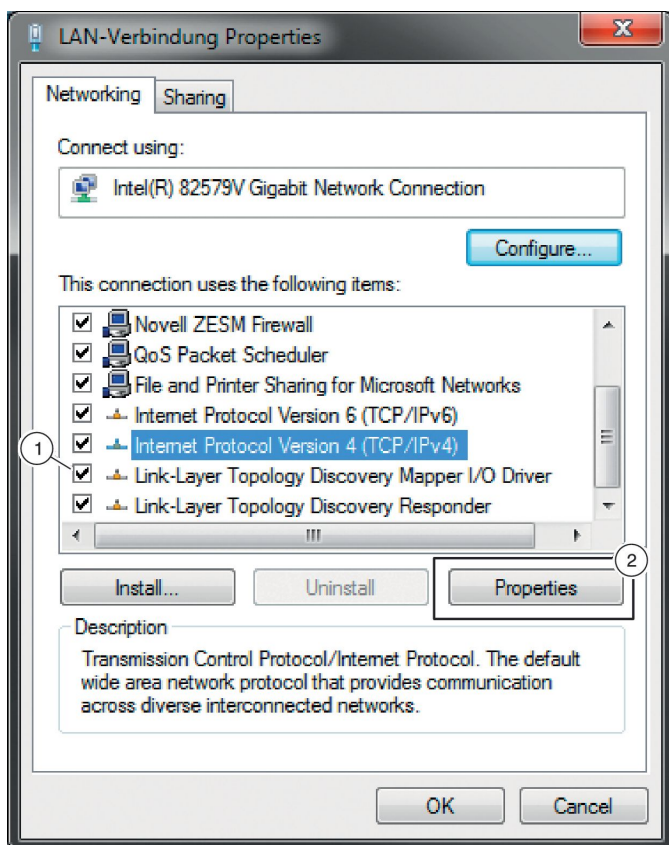

Рис. 41: Свойства подключения по локальной сети
6. ▶ Выделите «Internet Protocol Version 4 (TCP/IPv4)» (Рис. 41/1) и выберите кнопку «Properties» (Рис. 41/2).
7. ▶ Выберите опцию «Use the following IP address:» (Рис. 41/1), введите IP адрес, маску подсети, шлюз по умолчанию и нажмите «OK».